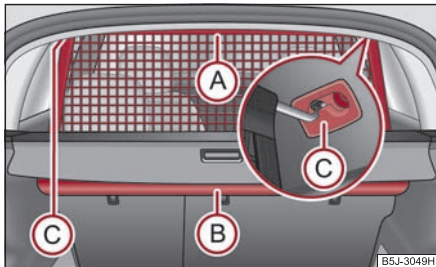

Abb. 86 Netztrennwand herausziehen
- Ziehen Sie die Netztrennwand an der Lasche (A) aus dem Gehäuse (B) in Richtung der Halterungen (C) ⇒ Abb. 86.
- Setzen Sie die Querstange in eine der Aufnahmen (C) ein.